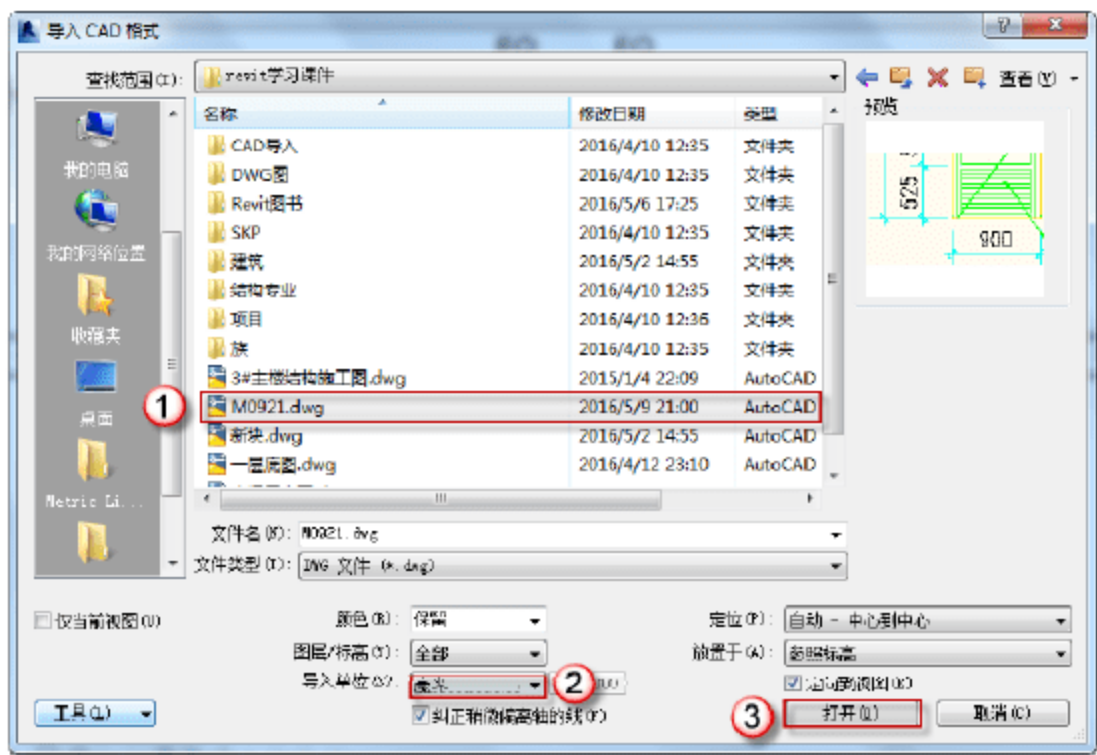

图 6.1.8 导入“M0921.dwg”文件
(7) 导入 CAD 图形。选择“插入”→“导入 CAD”命令，弹出“导入 CAD 格式”对话框，选择“M0921.dwg”文件，将“导入单位”改为“毫米”，单击“打开”按钮，如图 6.1.8 所示。